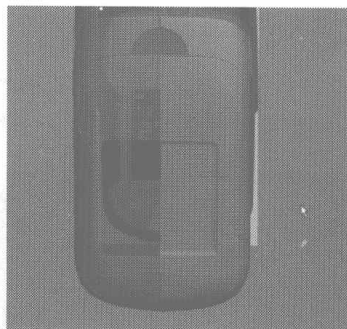

图 4.107
- 43** 此时手机的显示屏制作完成，效果如图 4.107 所示。